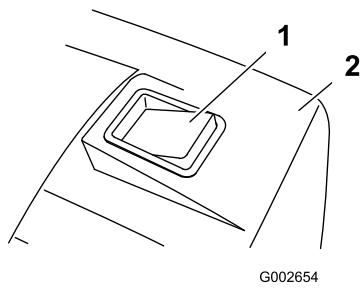

Bild 22
4. Mähen Sie mit dem eingesetzten Grasfangkorb, bis die Anzeige am Grasfangkorb anzeigt, dass der Grasfangkorb voll ist (Bild 22).